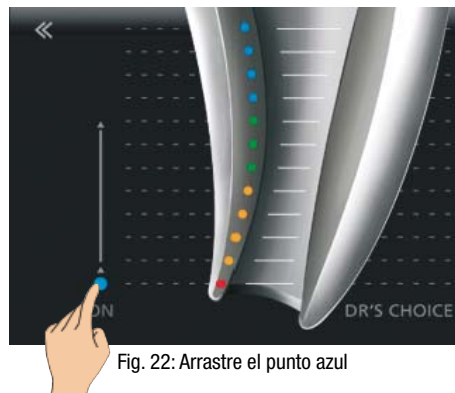

Fig. 22: Arrastre el punto azul
- Coloque su dedo sobre el punto azul y arrástrelo hasta la posición deseada en la zona apical (Fig. 22).